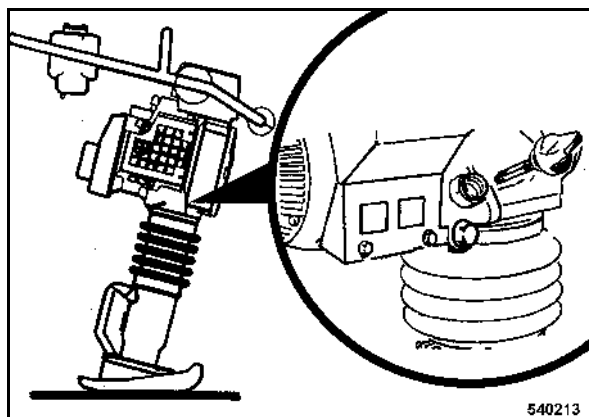

fig. 37
- Retirer la jauge d'huile (fig. 37).